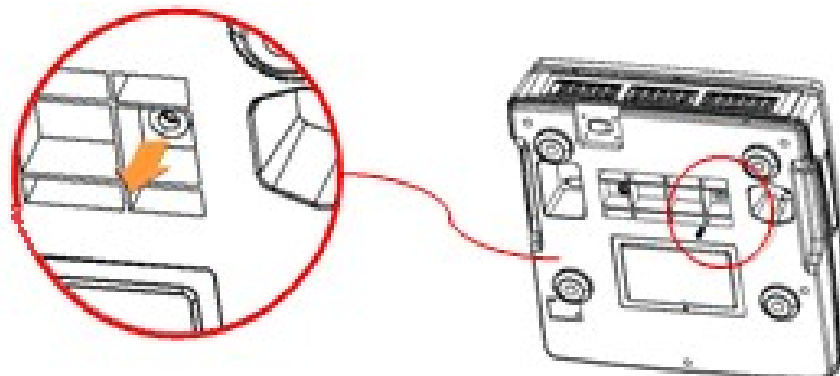

Рисунок 1.4 – Расположение транспортировочного болта
- ❑ Убедитесь в отсутствии транспортировочного болта (см. рисунок 1.4). Если болт установлен, следует его выкрутить и сохранить на случай последующей транспортировки.